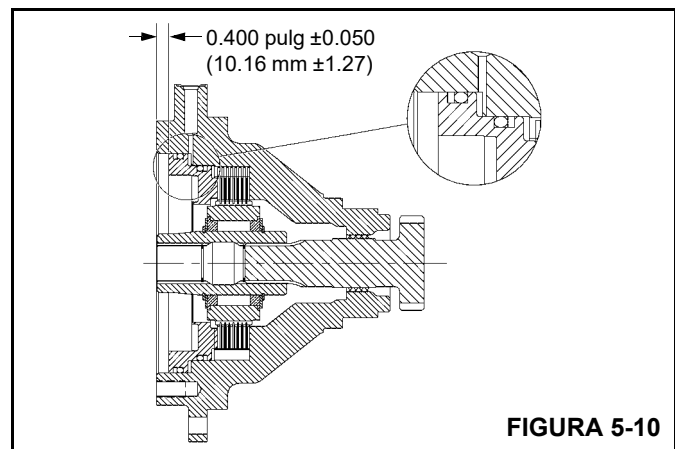

FIGURA 5-10
14. Después de la instalación, revise la pila de frenos para asegurar que las dimensiones se encuentren dentro de las tolerancias indicadas en la Figura 5-10. Si la dimensión medida es mayor que la mostrada, se han dejado algunos discos de fricción y platos de estator sin instalar, o los discos de fricción se han desgastado más allá de los márgenes de tolerancia aceptables. Si la dimensión medida es menor que la mostrada, se ha instalado un número excesivo de platos o discos o éstos no están debidamente asentados.